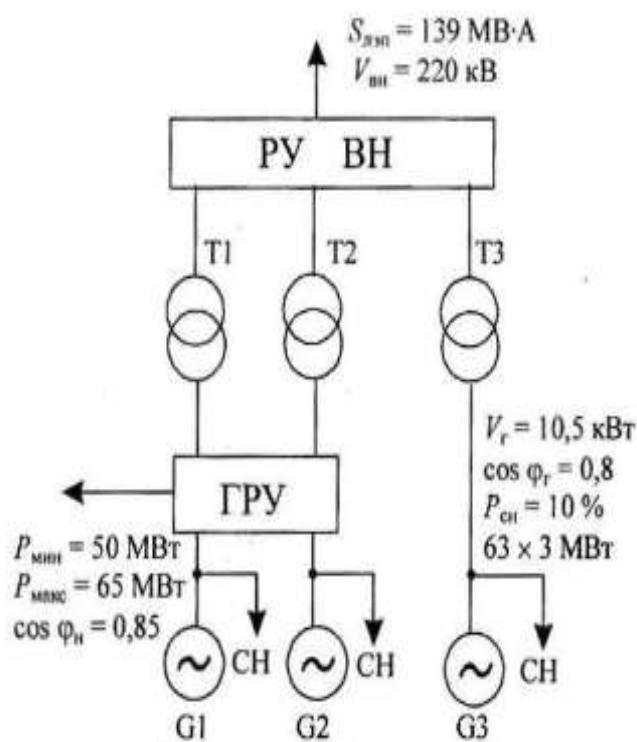

Рис. 1.1.1. Структурная схема ЭС
- Составляется структурная схема ЭС и наносятся данные (рис. 1.1.1).